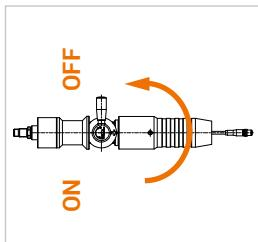

Abbildung 8
- ▶ Drehen Sie den Betätigungshebel (Pos. 3) der Füllkupplung um 180° in die OFF-Position (*Abbildung 8*).